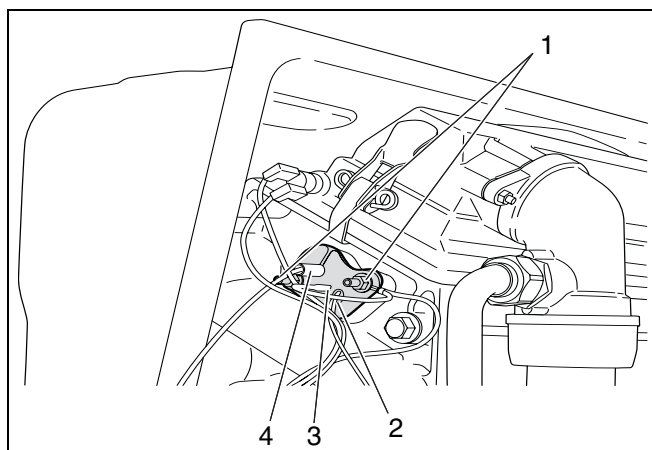

Fig. 40 Scoaterea electrocului de ionizare sau a aprinzătorului cu tub incandescent
- Se desfac piulițele de asigurare (fig. 40, poz. 1).
- Se scoate cablul de legare la pământ (fig. 40, poz. 3).
- Se scot din arzător arzătorul cu tub incandescent (fig. 40, poz. 2) și electrodul de ionizare (fig. 40, poz. 4).